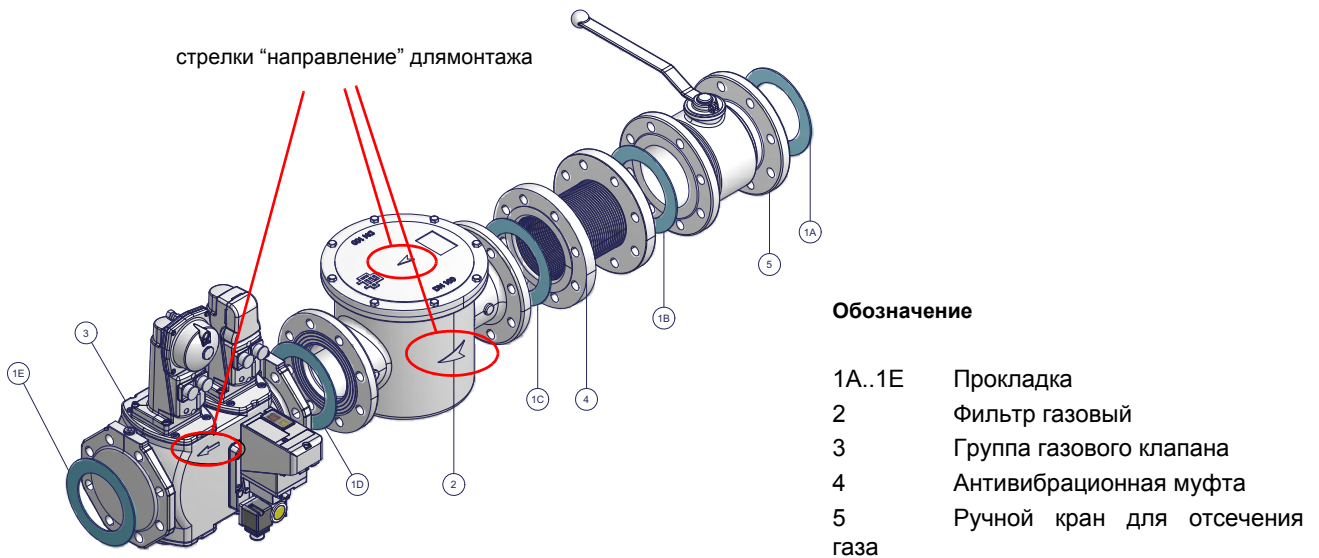

Рис. 6 - Пример газовой рампы
- б) при фланцевых соединениях: между соседними компонентами устанавливать прокладку (1А..1Е - Рис. 6), совместимую с используемым газом,
**ВНИМАНИЕ:** после монтажа газовой рампы согласно схеме на Рис. 6, необходимо провести тестирование на герметичность газового контура, согласно требований действующих нормативов.